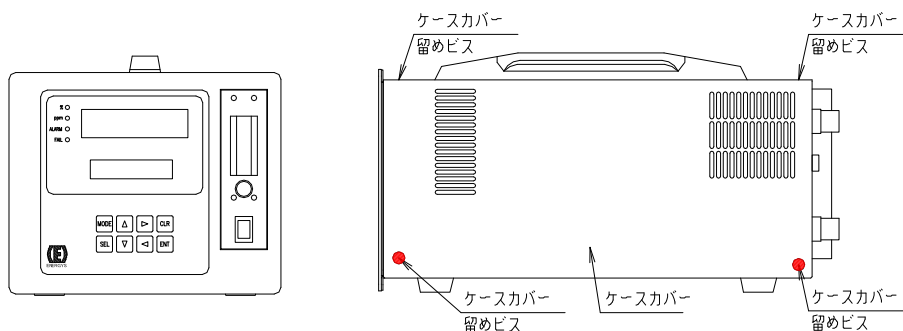

Fig. 1
- (13) リーク試験を実施します。・・・ (18 頁参照)
- (14) ケースカバーをビス留めします。 Fig. 1 参照